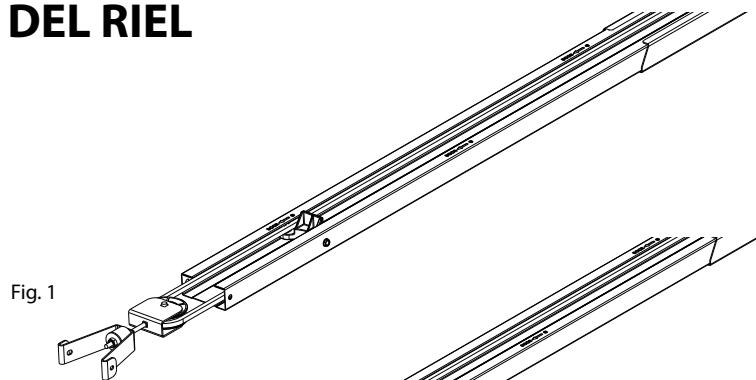

Fig. 1
1. Deslice el ensamblaje de la polea hacia afuera del extremo del riel. Fig. 1